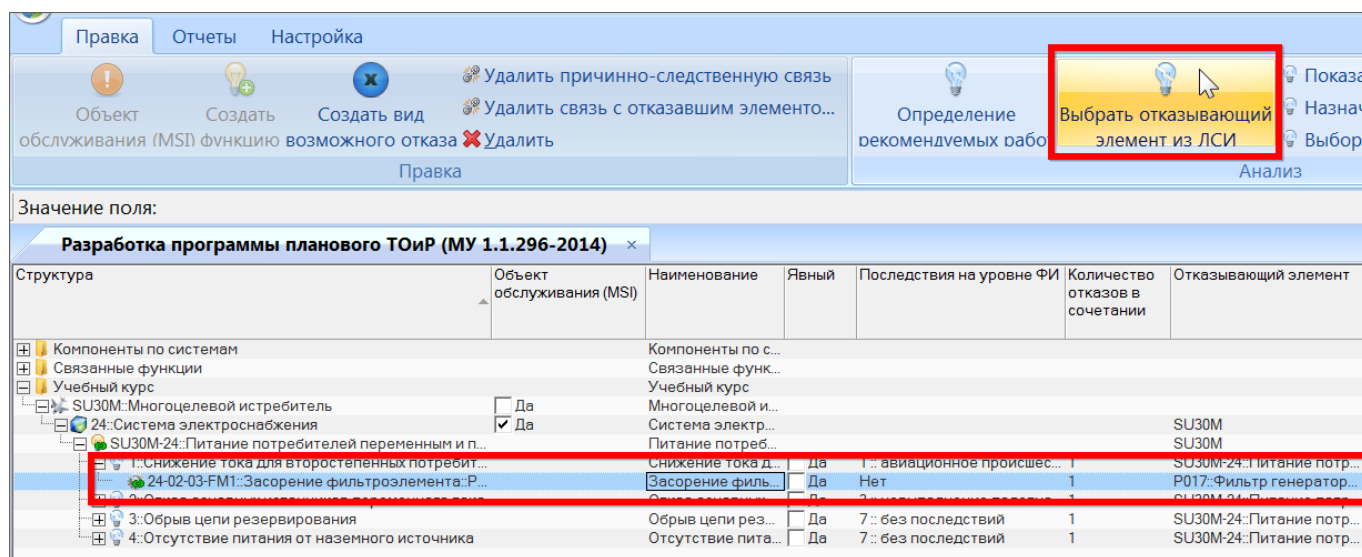

Рис. 11-79 – Установка связи вида отказа с отказывающим элементом ЛСИ
4) Для того, чтобы связать этот вид отказа с элементом ЛСИ, необходимо выбрать его и нажать кнопку «Выбрать отказывающий элемент из ЛСИ» панели «Анализ» (рис. 11-79).